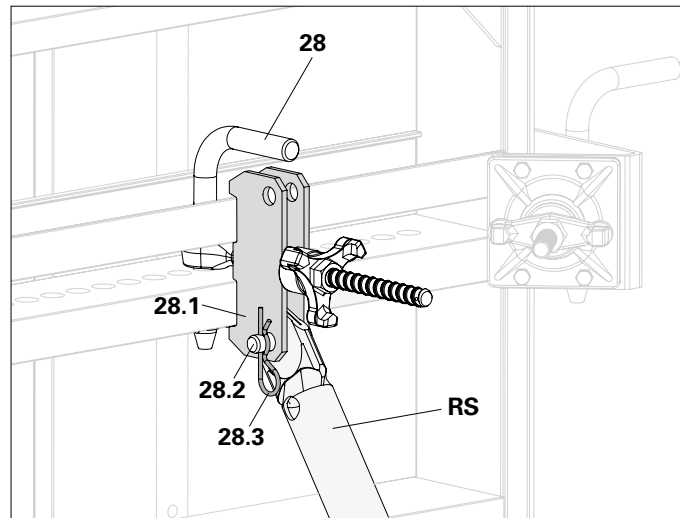

Fig. A7.01
Connecter l'étais tirant-poussant (RS) et les cosses de connexion (28.1) avec des boulons (28.2) et des goupilles de sécurité (28.3). (Fig. A7.01)